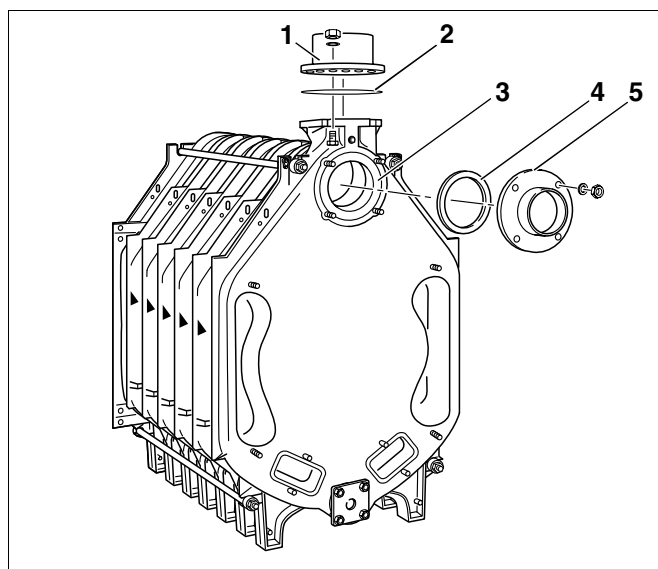

Fig. 28 Montering af tilslutningsflange
Ved den senere tilslutning af returløbet monteres svejseflangen på øverste nippelgang (med påsvejest rørføring (fig. 28, **pos. 3** – returløbstilslutning).
På figuren ses svejseflangen og pakningen (fig. 28, **pos. 4 og 5**).
- Fremløbsflangen (fig. 28, **pos. 1**) med pakning (fig. 28, **pos. 2**) skal bruges til den efterfølgende tilslutning af fremløbet.